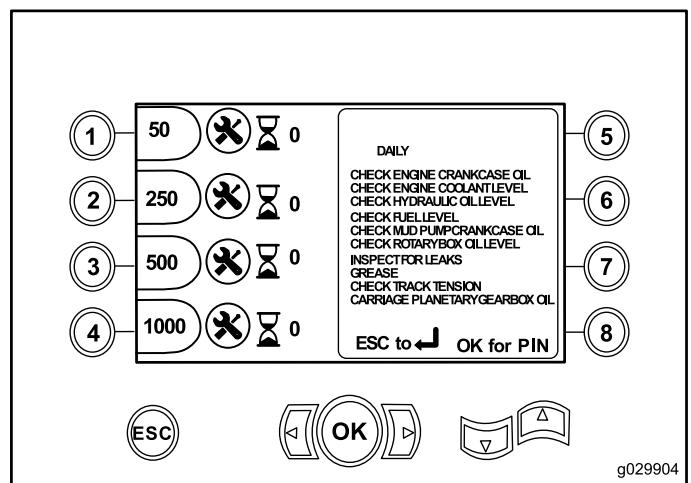

Figura 11
- Botón 2 – Cuadro de lubricación y mantenimiento (Figura 11)